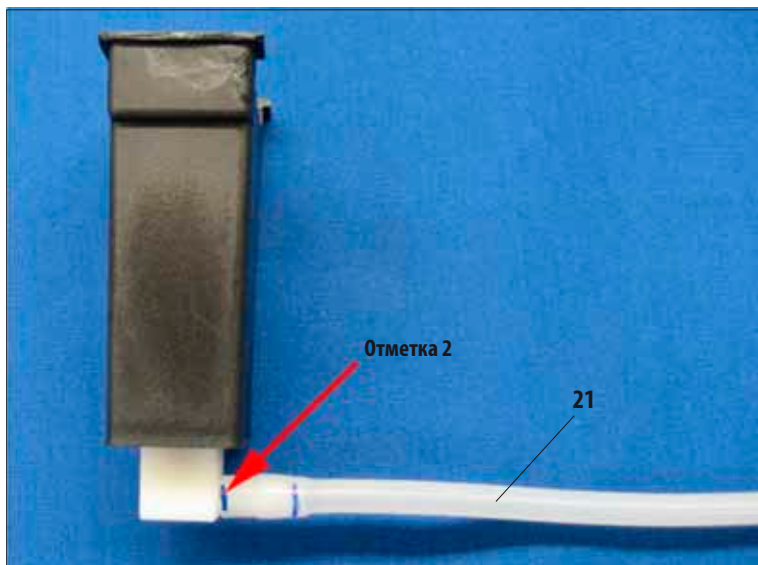

Рис. 26
- Затем, поворачивая шланг (21), полностью насадите его на штуцер, пока конец шланга не будет прилегать к боковой поверхности штуцера (рис. 26).